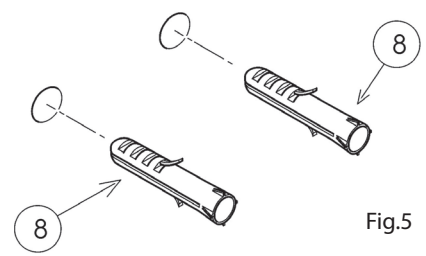

Fig.5
- 7) Inserire i 2 tasselli dia. 8 mm (8) nei fori a muro (fig.5)
- 7) Die beiden Dübel (Durchmesser 8 mm) (8) in die Wandbohrungen einfügen (Abb. 5)